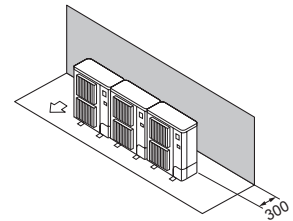

Fig. 2-13
- ① Alleen obstakels aan de achterzijde (Fig. 2-13)